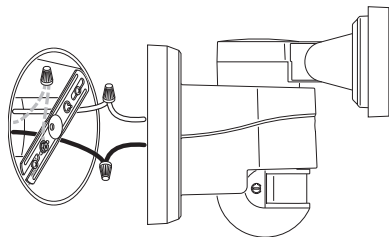

Figure 2
3. Raccordez le fil de mise à la terre de la boîte de jonction au fil de mise à la terre du support de montage au moyen de l'un des capuchons de connexion (voir la Figure 2).
4. Torsader les fils de la boîte de jonction avec ceux de la commande d'éclairage. Les fixer ensemble à l'aide de serre-fils (voir la Figure 2).